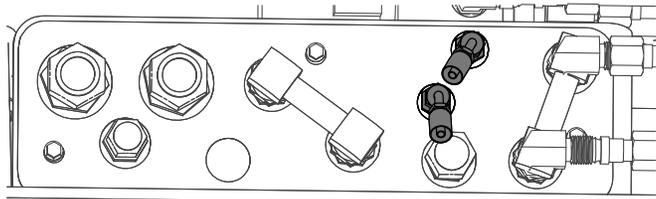

図 8
2. 油圧アタッチメントパネルにあるフィッティングは 図8 のように取り付けてください。